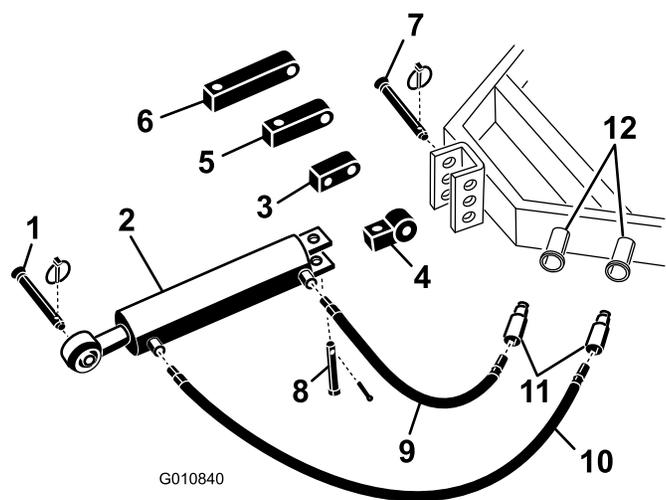

Рисунок 5
1. Прикрепите конец соединительного звена гидравлической верхней тяги к трактору с помощью штифтов, поставляемых с трактором (Рисунок 5). Расположите гидравлическую верхнюю тягу так, чтобы конец штока был обращен к аэратору. Отверстия гидроцилиндра должны быть направлены в сторону вспомогательных гидравлических отверстий трактора.
Примечание: Если гидроцилиндр должен быть расположен так, чтобы отверстия были направлены вперед, для изменения положения гидроцилиндра используйте поворотный блок вместо стандартного монтажного блока (Рисунок 5). Вместо поворотного блока можно использовать 90-градусный гидравлический штуцер (штуцеры не входят в комплект поставки).
- А. Снимите шплинт и штифт, которые крепят стандартное соединительное звено к гидроцилиндру (Рисунок 5). Снимите с гидроцилиндра соединительное звено.
- В. Установите на гидроцилиндр поворотный блок с помощью ранее снятых штифтов (Рисунок 5).
2. Подсоедините гидравлический шланг длиной 106 см к ближайшему к аэратору отверстию гидравлической верхней тяги Рисунок 5. Для предотвращения утечек наложите на резьбу шланга уплотнительную ленту или герметик для трубной резьбы.
3. Подсоедините гидравлический шланг длиной 76 см (2-1/2 фута) к отверстию гидравлической верхней тяги, расположенному ближе к трактору Рисунок 5. Для предотвращения утечек наложите на резьбу шланга уплотнительную ленту или герметик для трубной резьбы.
Если гидроцилиндр не доходит до монтажного кронштейна азратора, используйте для подсоединения гидроцилиндра к трактору удлинительный блок вместо стандартного монтажного блока (Рисунок 5).
- A. Снимите шплинт и штифт, которые крепят стандартное соединительное звено к гидроцилиндру (Рисунок 5). Снимите с гидроцилиндра соединительное звено.
- B. Установите на гидроцилиндр удлинительный блок с помощью ранее снятых штифтов (Рисунок 5).